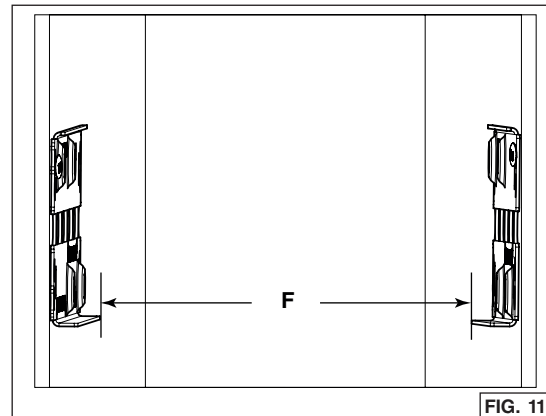

FIG. 11
7. Mesurer la distance entre les rebords du bas des deux supports (**F**) (FIG. 11). Le tableau ci-dessous indique les distances appropriées nécessaires :